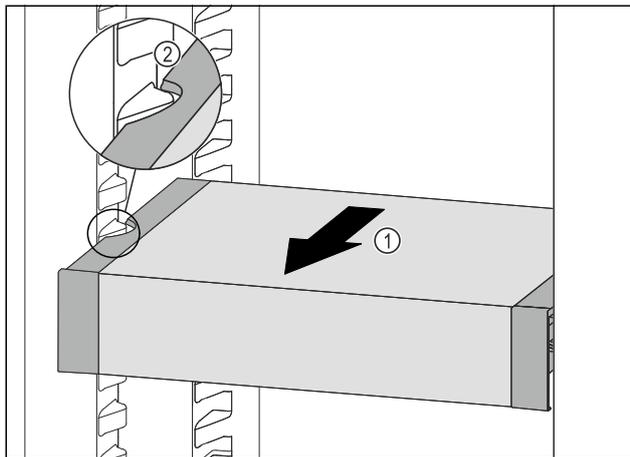

Fig. 46
- ▶ Тяните VarioSafe вперед Fig. 46 (1), пока боковые выемки VarioSafe не окажутся на высоте выступа резервуара в холодильном отделении. Fig. 46 (2)